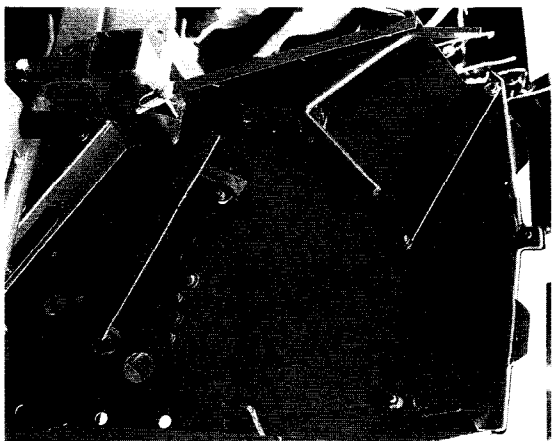

Fig. 129
- 1) Bundklapindstillingshåndtaget (Fig.129/1) ved indstillingspladen (Fig.129/2) sættes i stilling „1“.